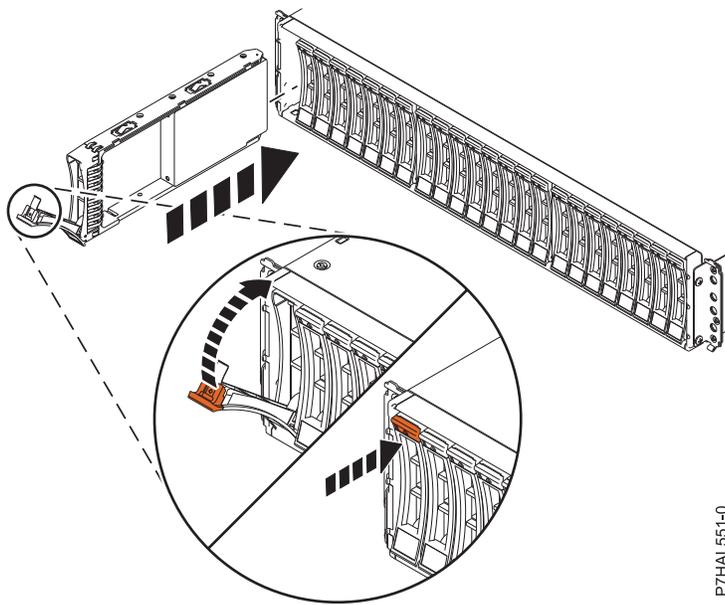

Figura 37. Sustitución de una unidad de disco en el alojamiento de unidad de disco
3. Con el asa en la posición de desbloqueo, como se muestra en Figura 37 en la página 40, sostenga la unidad por la parte inferior mientras la alinea con los rieles de guía de la unidad de expansión.
8. Bloquee la unidad girando el asa de la bahía (A) en la dirección que se muestra en la Figura 37 en la página 40.